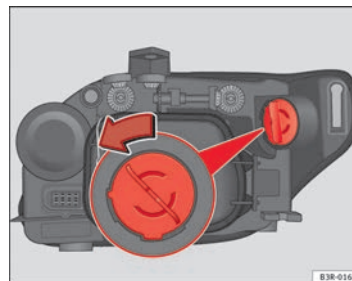

Abb. 193 Glühlampe für Blinklicht
- Drehen Sie den Lampenträger gegen den Uhrzeigersinn und ziehen Sie ihn ⇒ Abb. 193 mit der Glühlampe heraus.